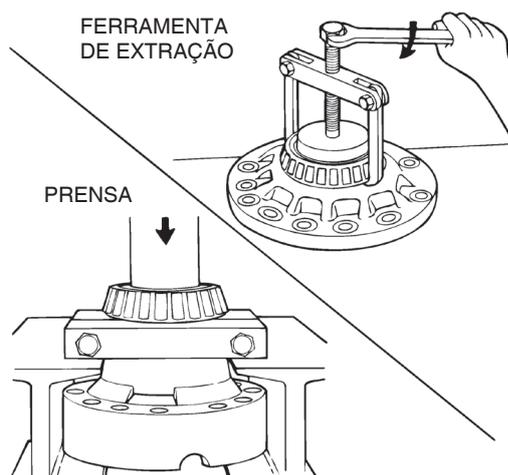

Figura 3.46
8. Se os rolamentos cones da caixa de satélites principal precisarem ser substituídos, use um extrator de rolamentos para remover os cones. Figura 3.46.